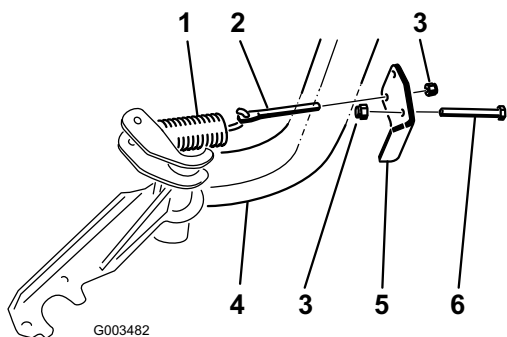

Bild 6
- Setzen Sie die Federstange in das Loch in der Federhalterung ein und befestigen Sie diese lose mit einer Sicherungsmutter (3/8 Zoll). Positionieren Sie die Federstange wie in Bild 6 dargestellt.
- Befestigen Sie die Federhalterung mit einer Schraube (3/8 x 2-3/4 Zoll) und einer Sicherungsmutter (3/8 Zoll) am vorderen Rahmenrohr. Positionieren Sie die Federhalterung wie in Bild 6 dargestellt.